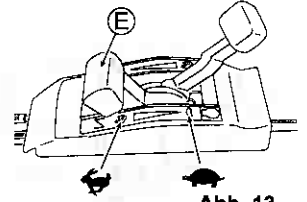

Abb. 13.
- Vergewissern Sie sich, dass niemand hinter Ihnen steht, wenn Sie am Startergriff (V) ziehen.
- Umfassen Sie den Startergriff (V) mit festem Griff, wenn Sie daran ziehen.
- Lassen Sie den Startergriff (V) langsam zurück in die Ausgangsposition.
5 Lassen Sie den Motor etwas warmlaufen, bevor Sie die Maschine verwenden. Nach dem Warmlaufen des Motors können Sie mit dem Mähen beginnen, indem Sie den Gashebel (E) auf "STOP" stellen. (Siehe Abb. 13.)